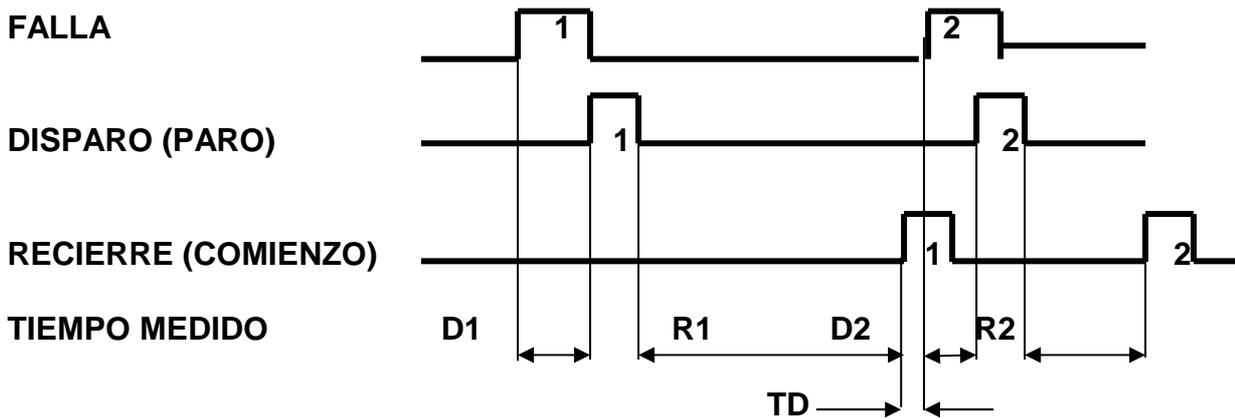

Figura 4: Medición del tiempo de retraso y de recierre
- La prueba de Recierre. Es posible seleccionar vía el menú la prueba de un esquema de recierre. En este modo que opera el T3000 aplica la corriente automáticamente con un retraso programable TD después de que el orden de RECIERRE es sentido un ARRANQUE en una entrada. El equipo de prueba mide y almacena el tiempo de retraso del disparo y el retraso entre el eje del disparo fallido y el eje de acción que lleva el RECIERRE (ver la figura 4). El rango de TD: de 0 a 999.99 ms. El número máximo de órdenes de Recierre: 49; la duración máxima de la prueba para todas las órdenes de Recierre: 9999 s.